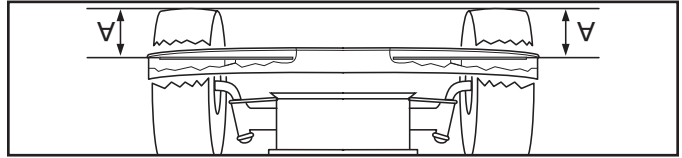

Fig. 35
- REGULACION DE LA PRECISION DE LADO A LADO (Vea Fig. 35)